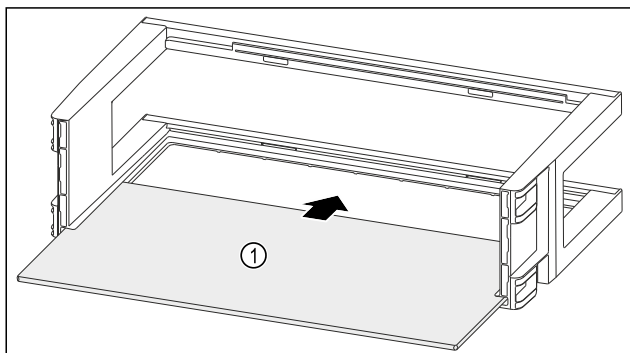

Fig. 97
- Вкарайте рафта Fig. 97 (1) в страничните прорези.